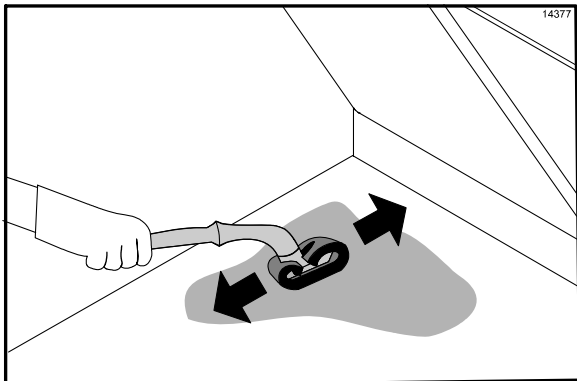

图 107
39. 用清洁垫支架轻轻擦拭下煎炉表面，直到所有污物被煎炉清洁剂液化。对于不容易液化的尘土，再涂撒一些煎炉清洁剂并轻轻擦拭。（请见图 107）